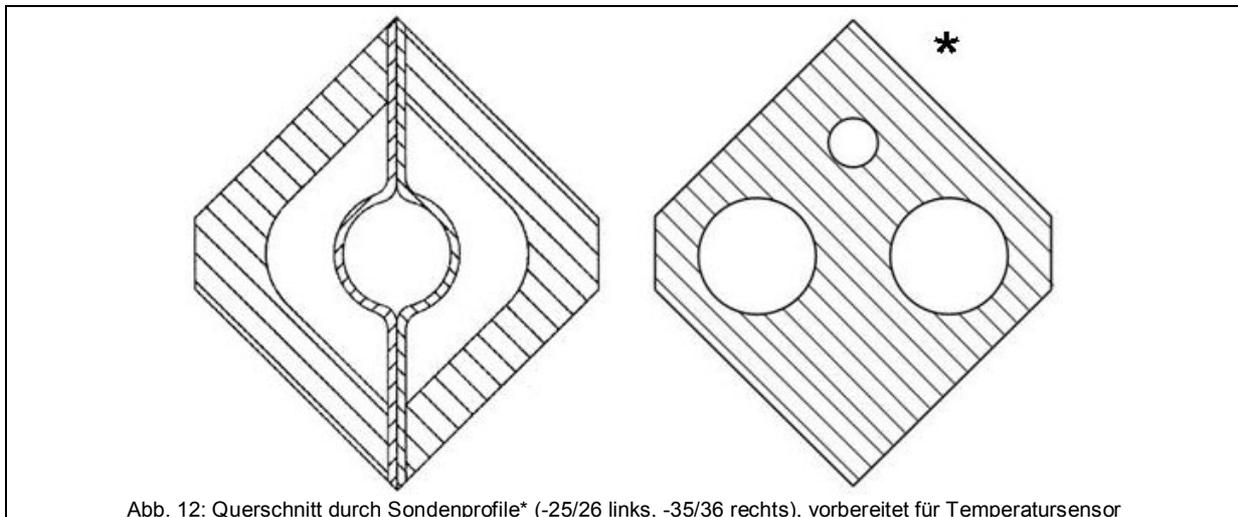

Abb. 12: Querschnitt durch Sondenprofile* (-25/26 links, -35/36 rechts), vorbereitet für Temperatursensor
- Der Temperatursensor ist innerhalb des Sondenprofils angebracht (Abb. 12 zum Querschnitt des Sondenprofils zum Einbau eines Temperatursensors). Dadurch hat der Sensor keinen Kontakt zum Fluid und ist auch nicht dem Betriebsdruck ausgesetzt.